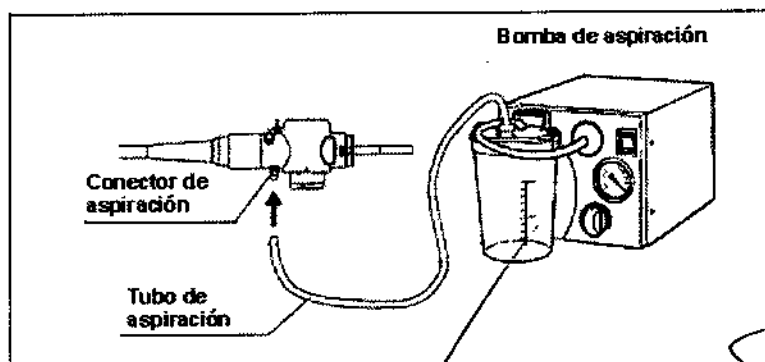

Figura 3.16
10. Conecte el tubo de aspiración de la bomba de aspiración al conector de aspiración del conector del endoscopio (véase la figura 3.16).